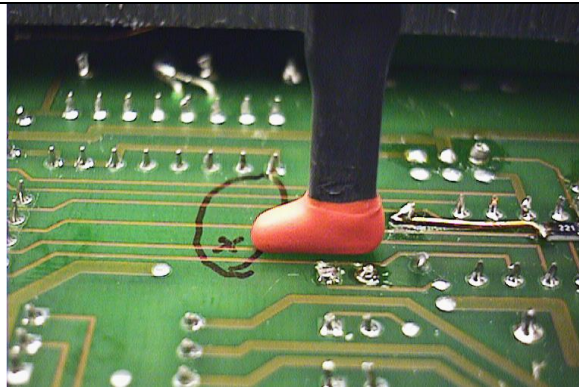

Bild 9 Anwendung mit *Feldquelle ES 05D-h*
- Praktisch sind beide Schwachstellenarten relevant. Beispielsweise können bei Störvorgängen elektrische Felder auftreten, die elektrisch sensible Schwachstellen zum Ansprechen bringen. Die durch das elektrische Feld getriebenen Ströme erzeugen Magnetfelder, die wiederum magnetisch sensible Schwachstellen ansprechen (**Bild 9**).